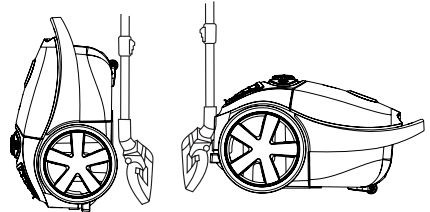

Fig. 6 – Posición de trabajo
- Posición de trabajo, de acuerdo a la Fig. 6.